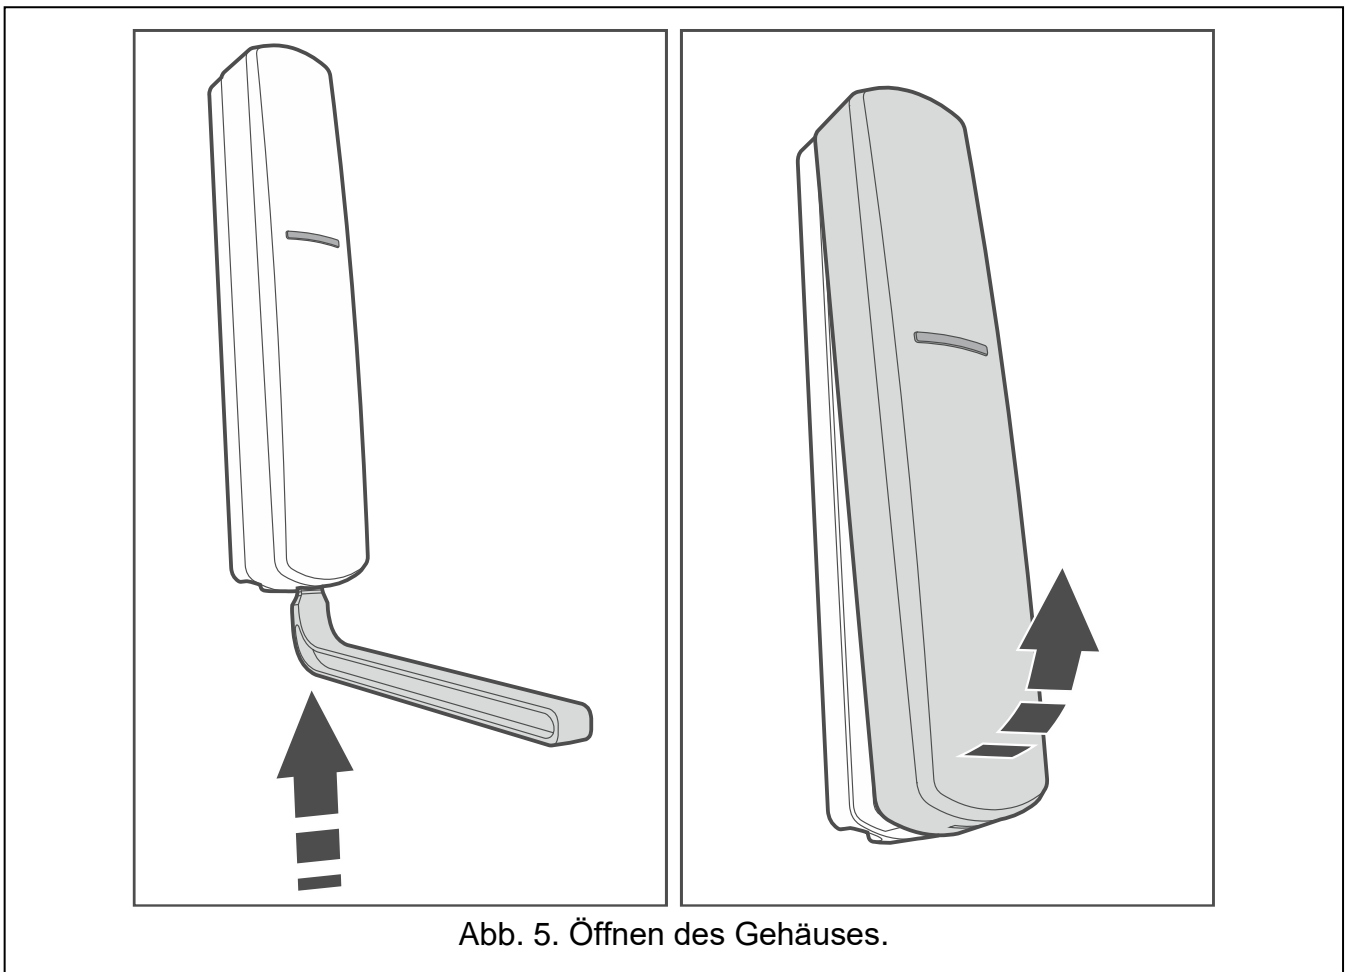

Abb. 5. Öffnen des Gehäuses.
1. Öffnen Sie das Gehäuse des Funkbasismoduls (Abb. 5). Das in der Abbildung angezeigte Werkzeug zur Öffnung des Gehäuses wird mit dem Funkbasismodul mitgeliefert.